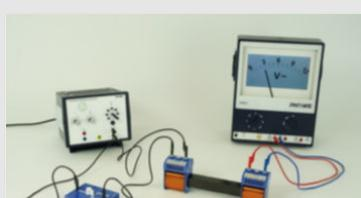

Рис. 4
- Наконец, снова увеличить при первичном напряжении $U_P = 15\text{V}$ шаг за шагом, как и прежде, изменяйте расстояние между двумя катушками (см. рис. 4) и наблюдайте за вторичным напряжением.